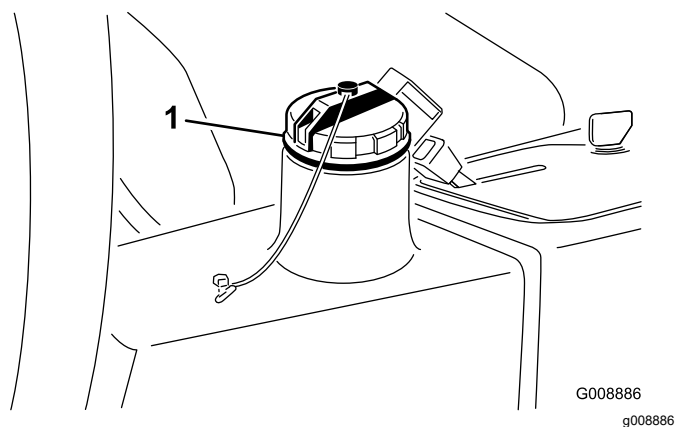

图 79
4. 向液压油箱图 79注入约 13.2L 液压油请参阅 检查液压系统 \(页码 44\)。